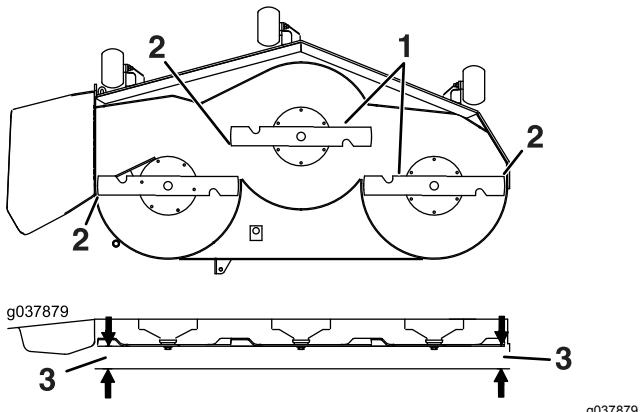

Figura 101
7. Mida entre la punta de la cuchilla y la superficie plana (Figura 101). Si ambas mediciones no están dentro de los 5 mm (3/16"), ajuste la nivelación; siga con este procedimiento.
- 14. Gire cuidadosamente las cuchillas colocándolas perpendicularmente al sentido de avance de la máquina (Figura 101).